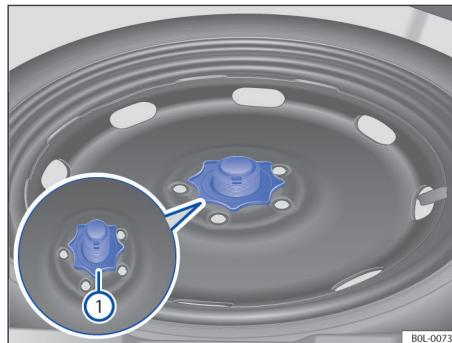

图 157 在行李箱内：用于固定应急备用车轮的手轮；
- 将应急备用车轮中央的手轮 → 图 157① 沿逆时针方向完全拧出。